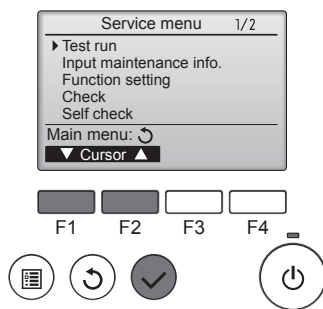

Fig. 7-4
- ③ Seleccione "Test run" (Modo prueba) con el botón **F1** o **F2**, y pulse el botón . (Fig. 7-4)